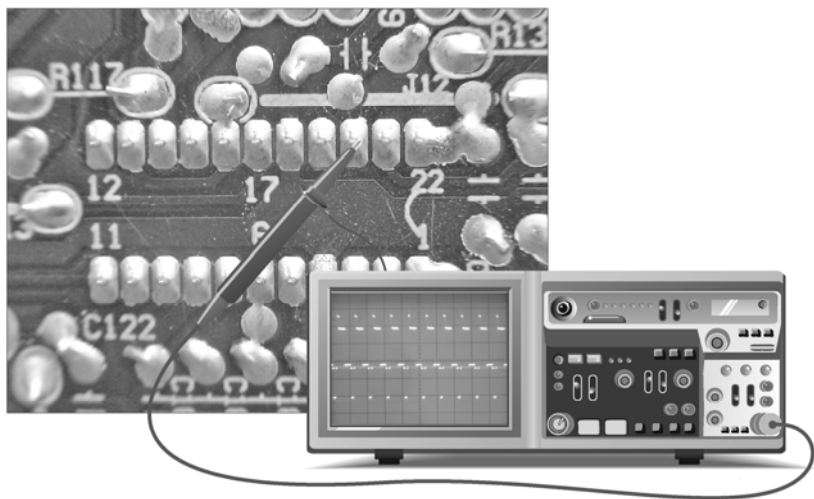

图 2-11 检测②⑨脚 R 信号输出
首先将示波器的接地夹接地，然后将示波器的探头放到②⑨脚的焊点上，具体检测方法及步骤如图 2-11 所示。正常时应能得到如图 2-11 所示的信号波形输出。